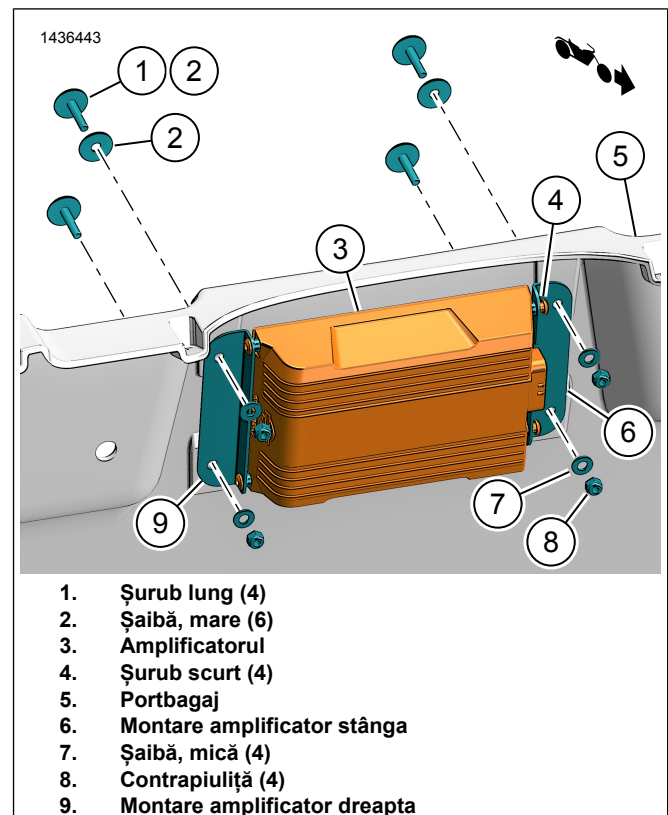

Figura 2. Suporturi de montare amplificator
1. A se vedea figura 2. Instalați suporturile de montare amplificator.
- a. Instalați suporturile (6, 9) la amplificator (3).
- b. Montați șuruburile (4). Strângeți.
A se vedea figura 2. Montați amplificatorul cu suporturi.